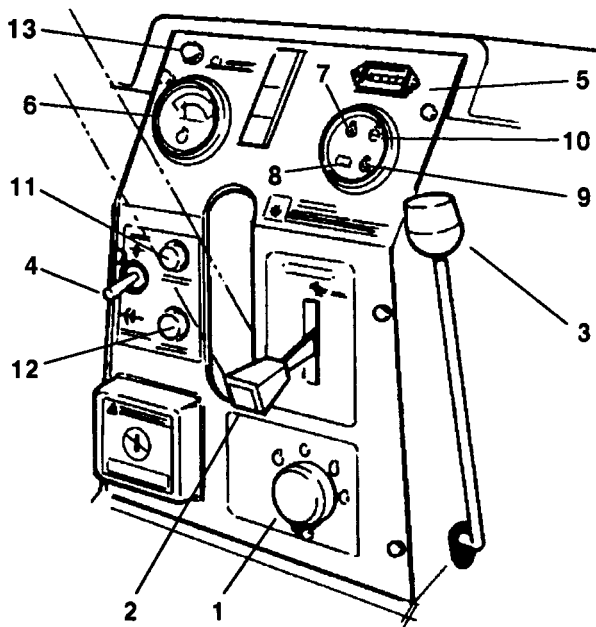

Fig. 12 (dieselmodeller)
**Dieselmoteller** (fig. 12)—Tenningsbryteren brukes til å starte, stoppe og forvarme motoren. Den har fire stillinger: AV, PÅ, START og GLØDEPLUGGER (FORVARMING).
**Gasspådrag** (fig. 12 og 13)—Gasspådraget brukes til å regulere motorens turtall. Flytt gasspådraget opp for å øke turtallet og ned for å redusere det. Gasspådraget regulerer også hastigheten til sylindernivene og klipperens hastighet ved hjelp av fremdriftspedalen. Sett gasspådraget i KLIPP-stilling for normal klipping. For TRANSPORT settes kontrollen i KLIPP-stilling, og skyv den til høyre og deretter opp til HURTIG.
**Klippeenhetens løftehendel** (fig. 12 og 13)—Løftehendelen har tre stillinger: SENKE, LØFTE og NØYTRAL. Flytt løftehendelen frem for å senke klippeenhetene til bakken.
**Klippeenhetens drivbryter** (fig. 12 og 13)—Bryteren har to stillinger: INNKOBLET og UTKOBLET. Vippebryteren kobler inn den elektromagnetiske clutchen for å drive klippeenhetene. En gul lampe på instrumentbordet viser at sylindrene dreier. Trekk bryterhendelen ut for å gå fra utkoblet til innkoblet.
**Timemåler** (fig. 12 og 13)—Viser klipperens totale driftstimer. Starter når nøkkelbryteren dreies til "PÅ".
**Sikringsholdere** (fig. 12 og 13)—Skifte av sikring: Drei knappen mot urviserne og ta sikringen ut av holderen. Sett i ny sikring, skyv knappen inn og dreii den med urviserne for å feste den til panelet.
**Dieselmodeller: Temperaturmåler** (fig. 12)—Viser systemets kjølevæsketemperatur.
**Dieselmodeller: Varsellampe for oljetrykk** (fig. 12)—Lyser hvis motorens oljetrykk faller under trygt nivå.
**Dieselmodeller: Varsellampe for vanntemperatur** (fig. 12)—Lampen lyser og motoren slår seg automatisk av hvis motorens kjølemiddeltemperatur blir for høyt.
**Dieselmodeller: Varsellampe for ampere** (fig. 12)—Amperelampen skal være av når motoren går. Hvis den lyser må ladesystemet undersøkes og repareres som nødvendig.
**Dieselmodeller: Glødepluggindikator** (fig. 12)—Denne lampen lyser når glødepluggene virker.
**Parkeringsbremse** (fig. 12 og 13)—Når motoren er slått av må parkeringsbremsen være på for å hindre at maskinen beveger seg. Trekk hendelen mot deg for å sette bremsen på.